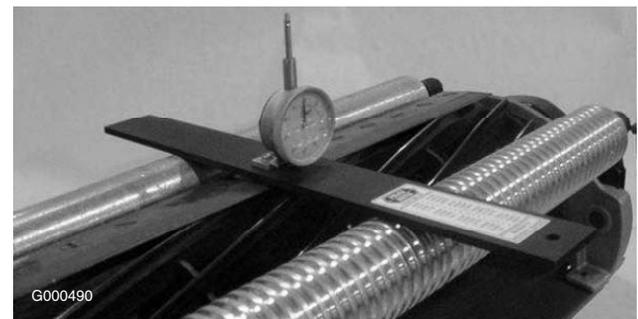

Figura 53
5. Enganche la cabeza del tornillo sobre el filo de la contracuchilla y apoye el extremo trasero de la barra sobre el rodillo trasero (Figura 53).